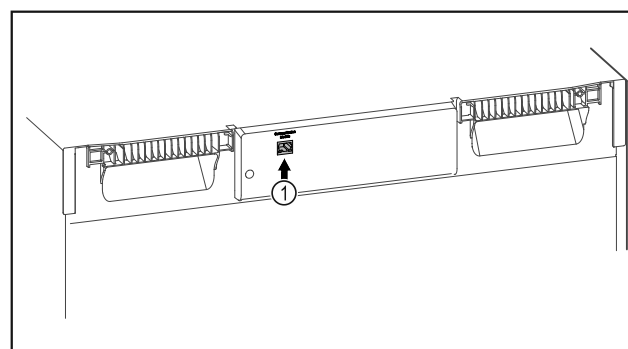

Fig. 101
- ☐ Le SmartModule Fig. 101 (1) est en place.